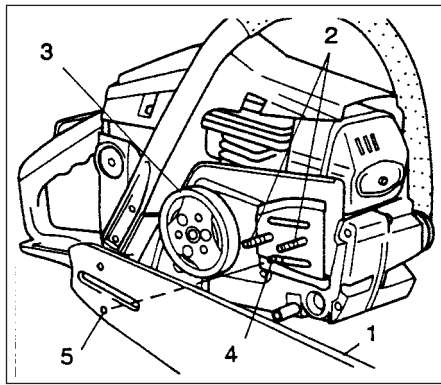

Fig.1-1
1. Retirer le carter latéral en desserrant l'écrou de serrage du guide-chaîne et installer le guide-chaîne (1) sur les boulons (2), puis le pousser vers le pignon (3) le plus à fond possible. S'assurer que l'ergot situé sur l'écrou de la vis de réglage de tension de la chaîne (4) puisse s'adapter parfaitement dans le trou (5) prévu à cet effet dans le guide-chaîne (Fig. 1-1).